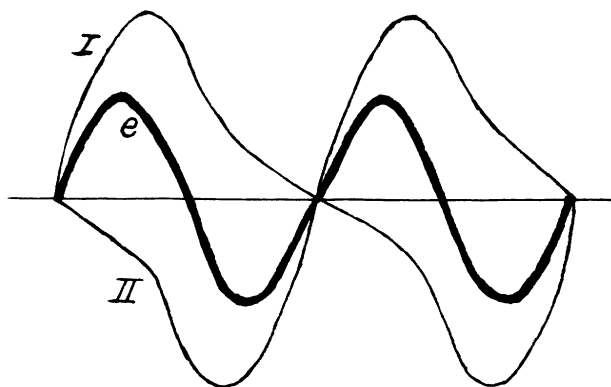

Fig. 3
Het gevolg hiervan is de in fig. 3 getekende spanningsgolf I in de secundaire wikkeling van transformator I.
In transformator II bewerkstelligt de tegengestelde gerichte gelijkstroom een verschuiving van de hysteresislus onder de nullijn, zodat in de secundaire wikkeling van transformator II de spanningsgolf overeenkomstig fig. 3 (II) ontstaat. Worden nu de secundaire wikkelingen van beide transformatoren tegen elkaars richting in achter elkaar geschakeld, dan ontstaat de resulterende spanning *e*, die de dubbele frequentie heeft van de stroom in de primaire wikkelingen.